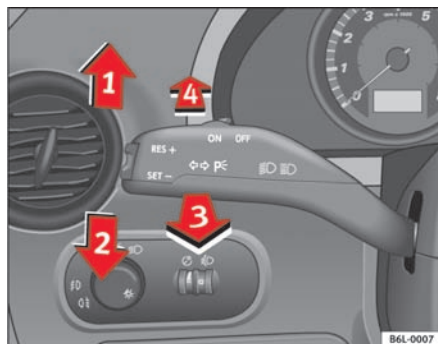

Fig. 60 Blink- og fjernlysarm
- Skub armen helt op ⇒ fig. 60(1) for at blinke mod **højre** og helt ned (2) for at blinke mod **venstre**.
- Skub armen fremad ⇒ fig. 60(4) for at tænde fjernlyset.